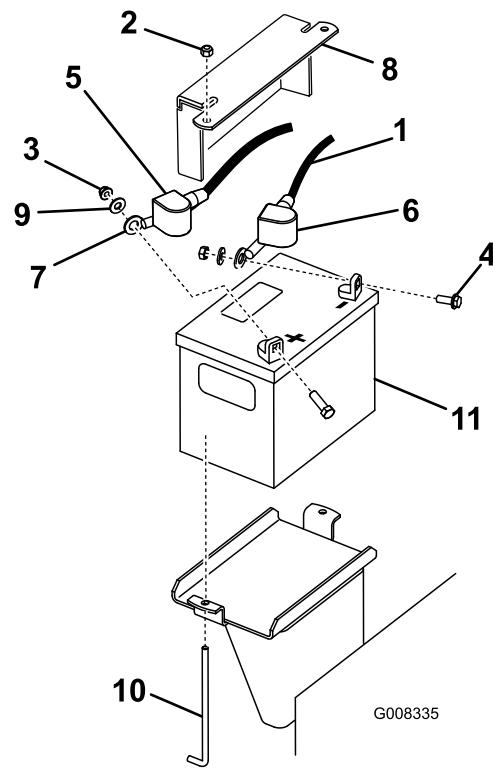

Figure 41
3. Enlevez le capuchon en caoutchouc noir qui protège le câble négatif. Débranchez le câble négatif de la batterie de la borne négative (-) de la batterie (Figure 41).
4. Enlevez le capuchon rouge de la borne positive (rouge) de la batterie. Débranchez ensuite le câble positif (rouge) de la batterie (Figure 41).
5. Enlevez la plaque de maintien, les boulons en J et les contre-écrous de fixation de la batterie (Figure 41) et retirez la batterie.
1. Placez la batterie sur la machine (Figure 41).
3. Commencez par relier le câble positif (rouge) à la borne positive (+) de la batterie avec un écrou, une rondelle et un boulon (Figure 41). Glissez le capuchon de caoutchouc sur la borne de la batterie.
4. Reliez ensuite le câble négatif et le câble de masse à la borne négative (-) de la batterie avec un écrou, une rondelle et un boulon (Figure 41). Glissez le capuchon de caoutchouc sur la borne de la batterie.